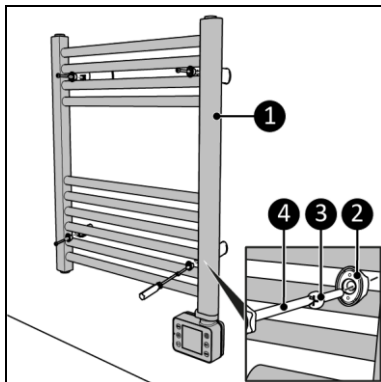

Figura 10
10. Așezați dispozitivul (Figura 10, poz. 1) peste suporturile de perete.
11. Înșurubați și fixați dispozitivul cu patru șuruburi mari (Figura 10, poz. 3) pe suportul de perete (Figura 10, poz. 2) cu ajutorul unei șurubelnițe Phillips (Figura 10, poz. 4).
12. Așezați cele patru capace de protecție (Figura 10, poz. 5).